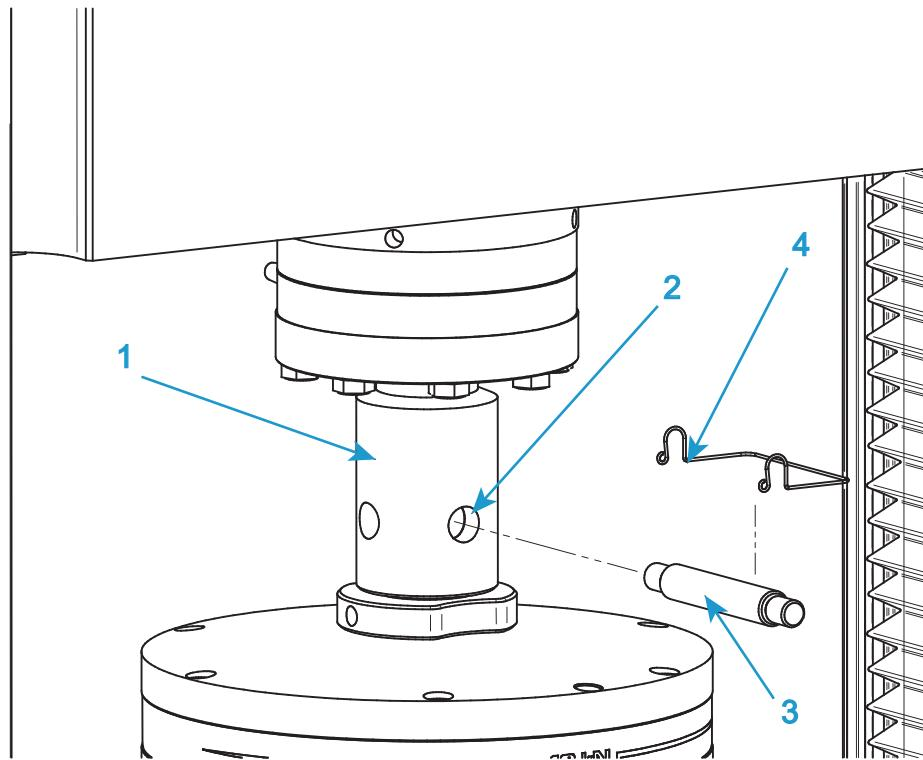

図25. 一般的なグリップの取り付け
この手順を実行するときは、107 ページの図 25 を参照してください。
1. 上側グリップでは、グリップのアダプタをロードセル アダプタのメス クレビス ソケット (図 25 の 1) に挿入します。
2. クレビス穴 (図 25 の 2) の位置を合わせ、クレビス ピン (図 25 の 3) を穴に差し込みます。
3. クレビス ピン クリップ (図 25 の 4) でクレビスを所定の位置に固定します。